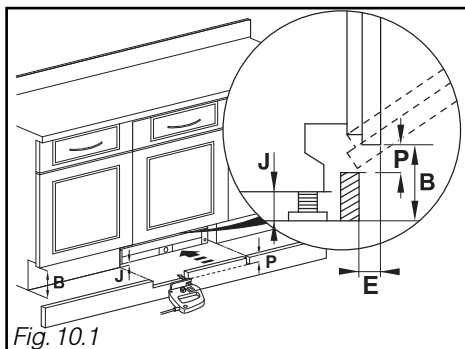

Fig. 10.1
Sæt fodlisten på igen, og sav den til om nødvendigt ifølge målet **P** (se oversigten og Fig. 10.1).
- Mål tykkelsen af fodliste **E** (Fig. 10.1) mellem møbelets fodliste og dets facade. Find værdi **P** på oversigten udtrykt i **E** og **B-J** (f.eks.: Hvis **E = 100** og **B-J = 140** er **P = 23**).